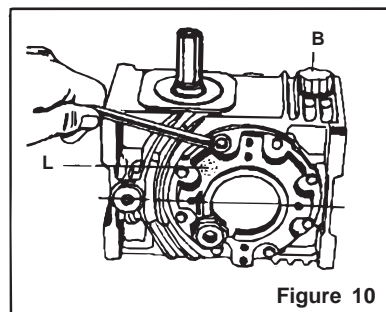

Figure 10
2. Remove all the screws of the output cover and rotate the cover in such a way that the oil level indicator position comes to 45° above the horizontal axis as shown in fig. 10
3. Replace the drain plug (D) and breather plug (B) and fix it to the appropriate position as shown in fig. 10
5. The gear unit is ready for NU-H (X)/NU-H(Y) position
2. आउटपुट कवर के सभी स्कू निकाल दें और कवर को इस तरह घुमाइये कि वह Fig. 10 के अनुसार ऑइल लेवल इन्डिकेटर की समछितिज दुरी उपर 45° पर आ जाये।
3. ड्रेन प्लग (D) और ब्रीदर प्लग (B) का स्थलांतर करें। जैसा कि Fig.10 में दर्शाया गया है, ब्रीदर प्लग को बदलते समय एल्बो (E) निकाल दें और यथाचित स्थिति में लगाए ।
5. अब गियर एकम NU-H(X)/NU-V(Y) परिस्थिति के लिये तैयार है ।